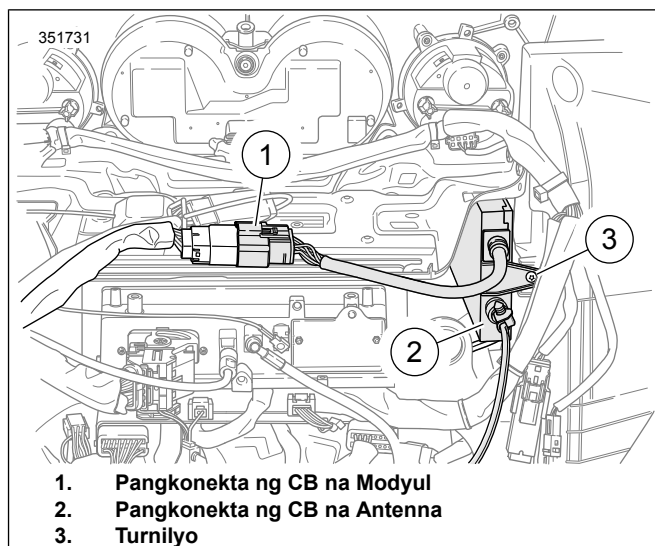

Figure 3. Mga Pangkonekta ng Panloob na Harness ng Fairing
5. Tingnan ang Figure 3 . Ikonekta ang 12-place na housing ng socket sa CB [184] (1).